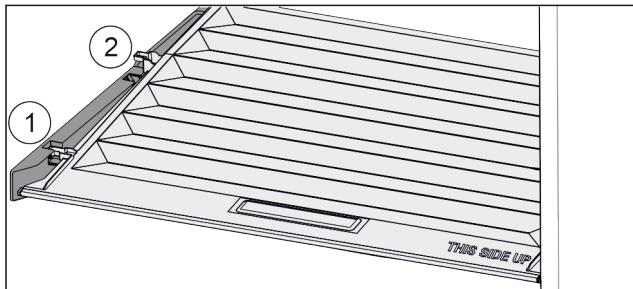

Fig. 126
- Издърпайте напред Fig. 126 (1) капака до отвора в задържащите части.
- Повдигнете го отзад отдолу и отстранете Fig. 126 (2) нагоре.